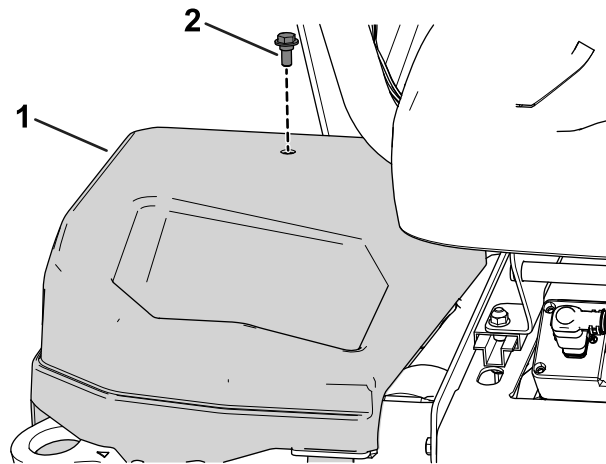

Bild 28
1. Entfernen Sie die Abdeckung von der rechten Seite der Maschine (Bild 28).